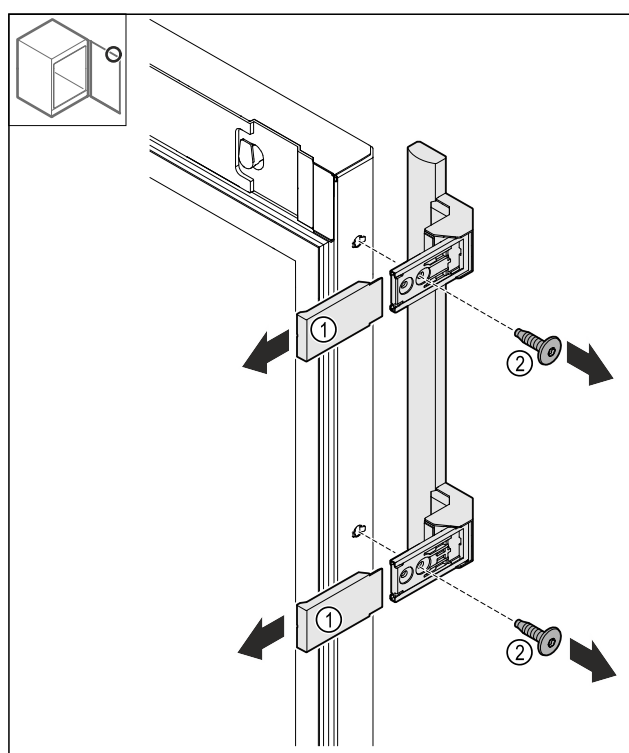

Fig. 24
- Stáhněte kryty Fig. 24 (1).
- Povolte šrouby Fig. 24 (2).